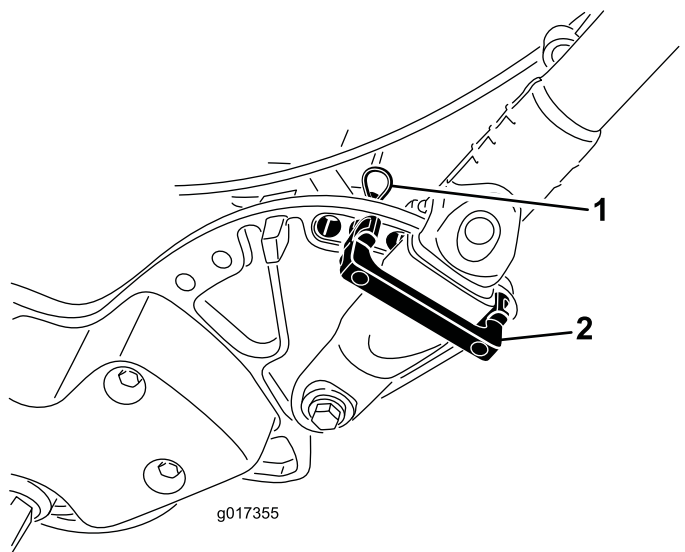

図 32
1. 機体左右のハンドルリテーナからヘアピンコッターを抜き取る**図 32**。
2. ハンドルを支えながら、左右のヘアピンコッターを抜き、ハンドルを希望の位置にセットする**図 32**。